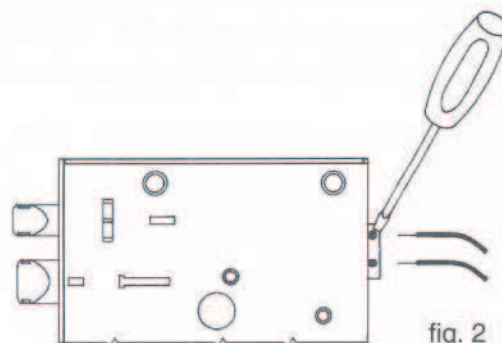

fig. 2
- Per collegare i fili ai morsetti della serratura allentare i grani della morsettiera inserire i fili nella morsettiera e serrare i grani (fig. 2).